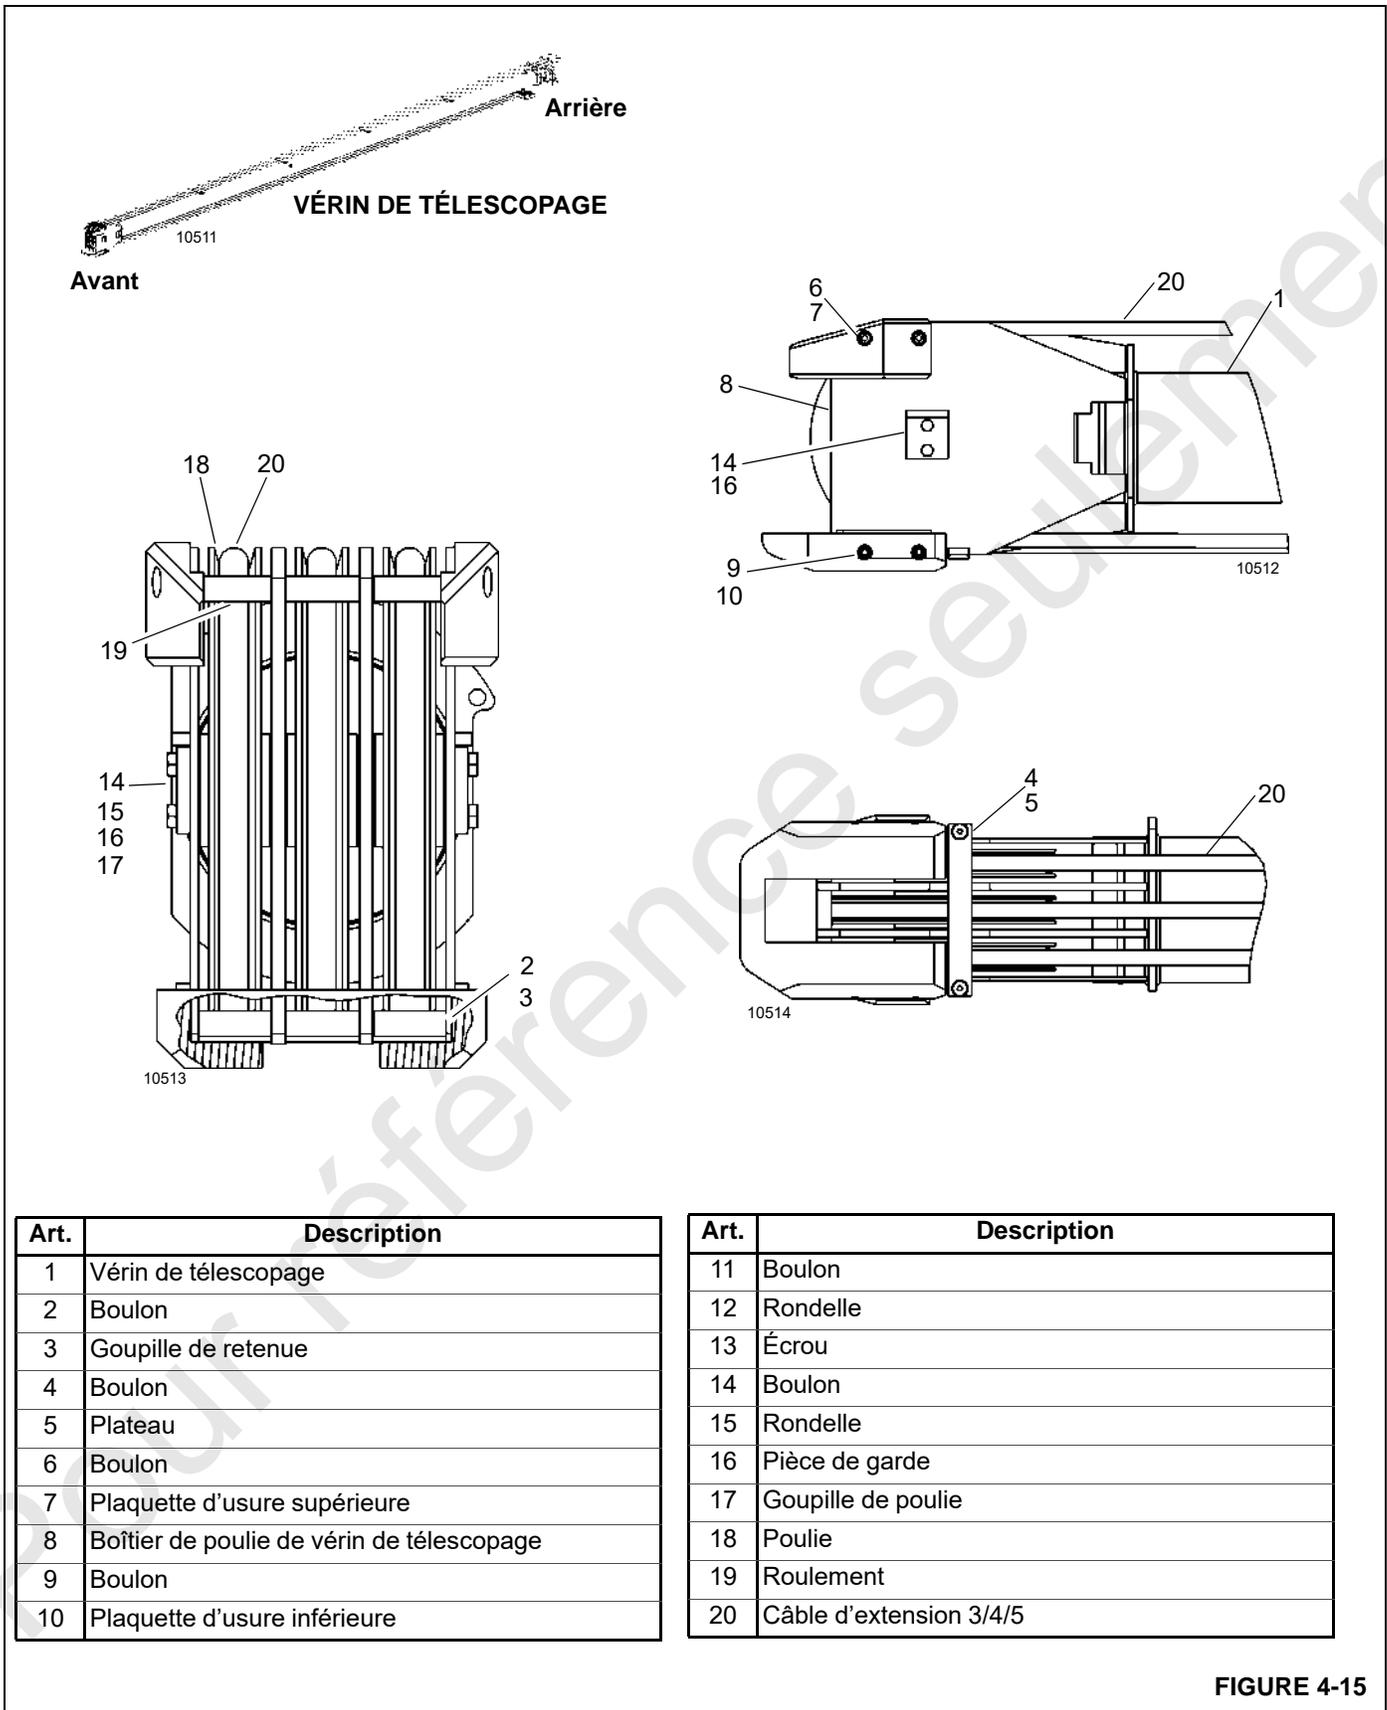

FIGURE 4-15
14. Retirer les câbles d'extension 2/3/4 des axes de rétraction 5/4/3-extension 2/3/4 (21).
16. Enlever les boulons (25), les rondelles (26) et les plaques de tourillon (27) sur les côtés de la section de flèche télescopique 2. Le vérin de télescopage (1, Figure 4-15) est désormais détaché de la section de flèche.
19. Appliquer les étapes suivantes pour démonter le boîtier de poulie du vérin de télescopage (8, Figure 4-15) si nécessaire :
- a. Retirer les boulons (6, Figure 4-15) et les plaquettes d'usure supérieures (7) du boîtier de poulie du vérin de télescopage (8).
- b. Retirer les boulons (9) et la plaquette d'usure inférieure (10) du boîtier de poulie du vérin de télescopage (8).
- c. Retirer les boulons (2), les goupilles de retenue (3), les boulons (4) et la plaque (5) si nécessaire pour retirer les câbles d'extension 2/3/4 (20) de la pointe du vérin de télescopage. Ranger les câbles et le vérin de télescopage dans une zone où la suite du démontage de la flèche ne risque pas de les endommager.